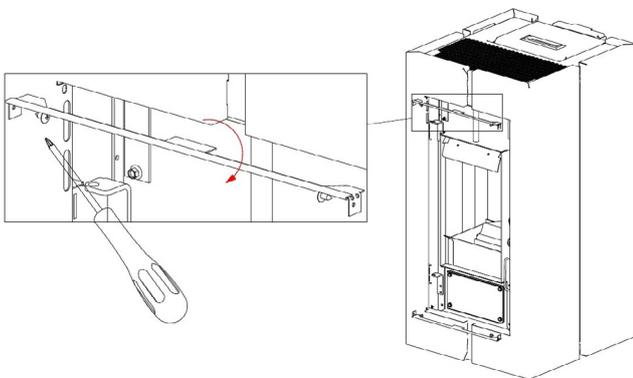

Fig. 39 - Entfernen der Profile
- Die 4 Schrauben heraus-schrauben und die schwarzen Profileisten über und unter der Tür entfernen (siehe **Fig. 39 auf S. 22**).